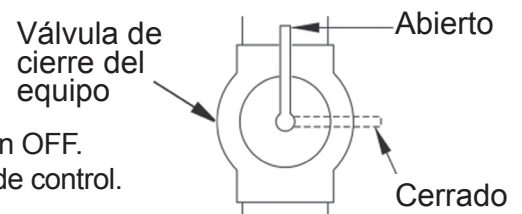

Fig. 12 - Válvula de cierre del equipo
1. Cierre la válvula de cierre del equipo (Ver Fig. 12).
1. Abra la válvula de cierre del equipo (Ver Fig. 12).